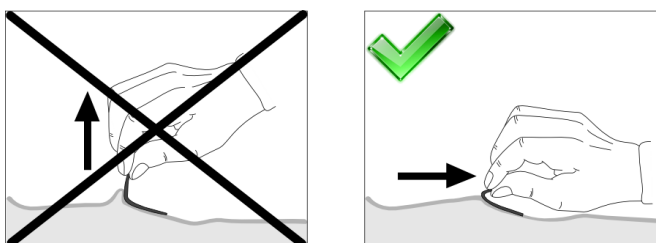

Fig. 4.9 Odstranění lepicích elektrod
- Opatrně odstraňte elektrody z pacientovy pokožky (viz Fig. 4.9 Odstranění lepicích elektrod)